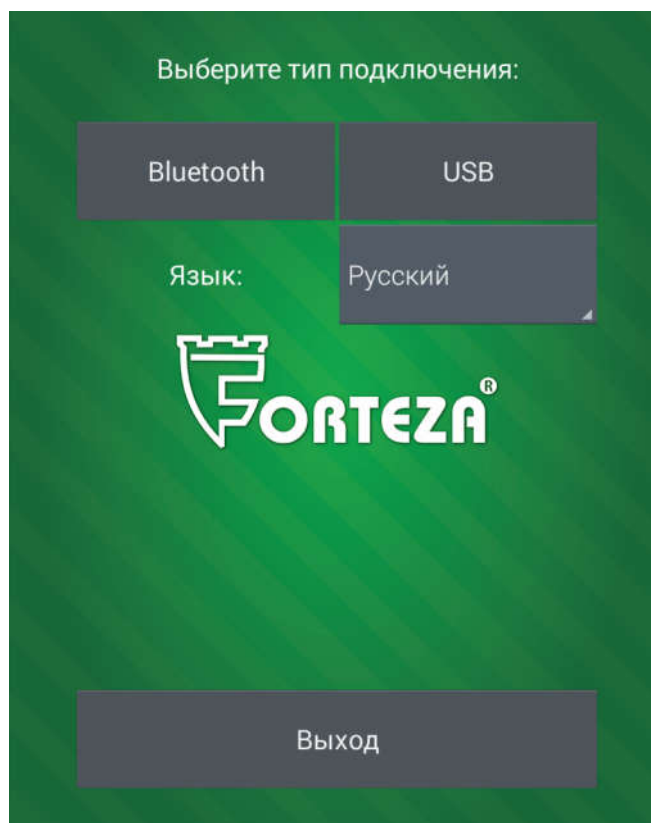
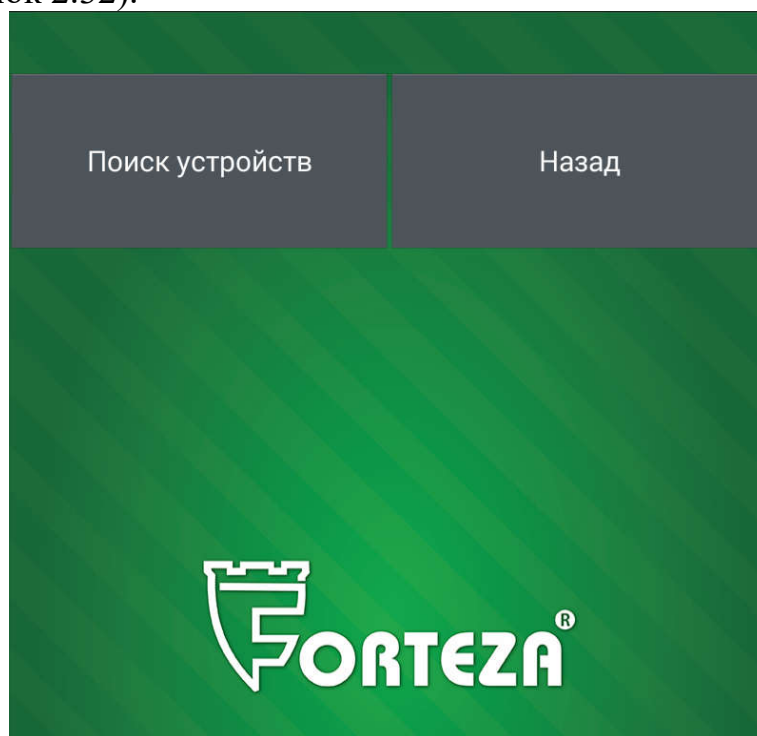

Рисунок 2.24
Рисунок 2.32
2.3.7.4.1.2 Запустить на Android устройстве программу «FM UNI» (рисунок 2.24).
2.3.7.4.5 Выбрать тип подключения «USB» (рисунок 2.24). Откроется окно программы (рисунок 2.26).
2.3.7.5.3 Выбрать тип подключения «Bluetooth» (рисунок 2.24). Bluetooth на Android устройстве автоматически включится и откроется окно программы (рисунок 2.32).